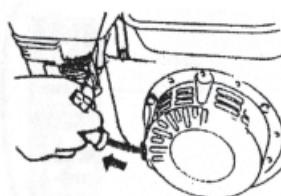

Рис.16
3. Передвиньте ручку газа слегка влево (Рис.15) 4. Включите двигатель (Рис. 16)